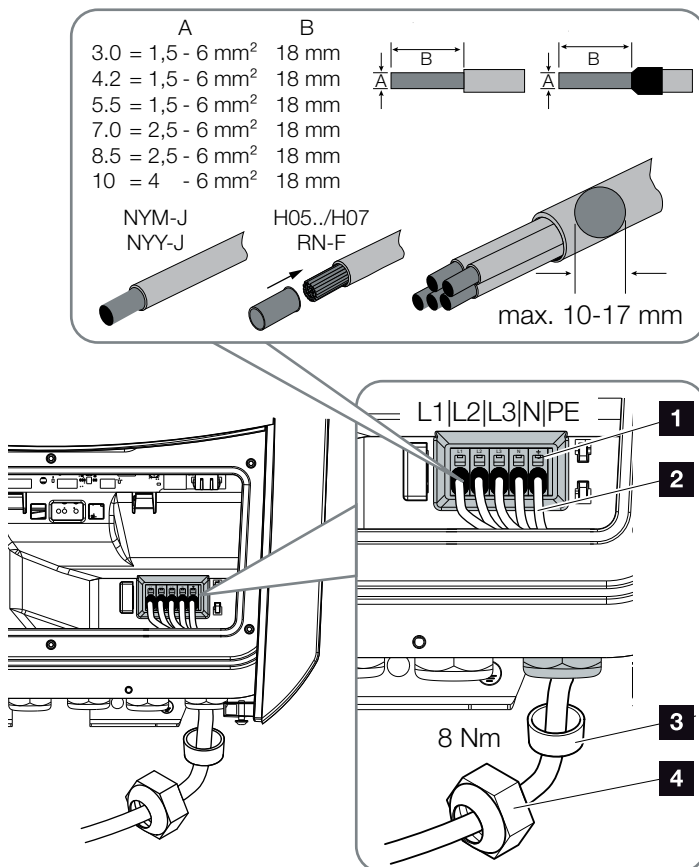

Bild 23: Anslut nättilledningen till växelriktaren
9. Anslut nättilledningens ledare i enlighet med texten på AC-anslutningsklämman. **! [Z] Bild 23, pos. 1**